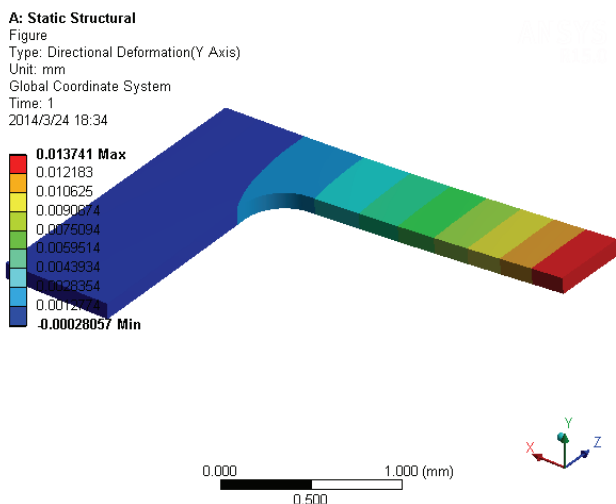
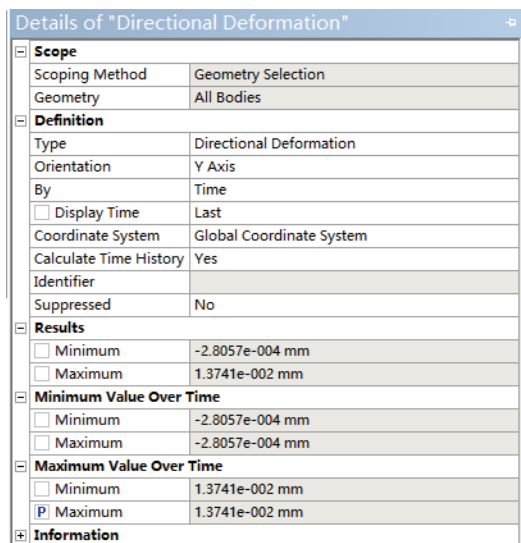

图 25-29 Y 向变形云图
图 25-30 添加变形量为参数
4) 在 Outline 树结构图中的 Directional Deformation 对象上单击右键, 在弹出的快捷菜单中选择 Evaluate All Results, 此时进行求解, 求解后得到的图形如图 25-29 所示。在得到的细节窗口中, 单击 Maximum Value Over Time> Maximum 前的框, 使其出现 P 字, 代表其设置为参数, 如图 25-30 所示。